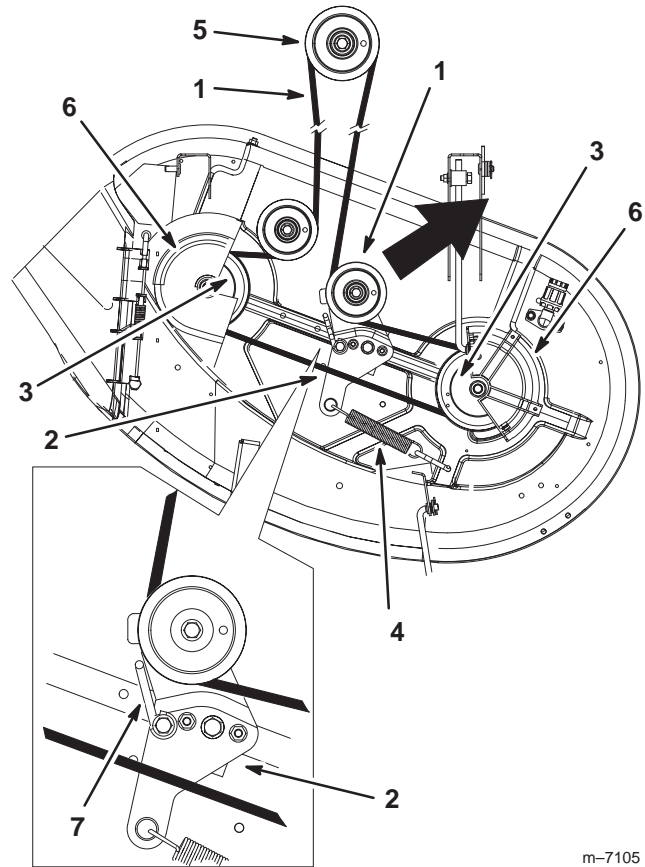

Bild 45
- Nehmen Sie die Riemenabdeckung über die äußeren Spindeln ab und lösen Sie die Riemenführung (Bild 45).
- Ziehen Sie die Spannscheibe in die in Bild 45 angegebene Richtung und rollen den Riemen von den Scheiben ab.
- Ziehen Sie die Spannscheibe in die in Bild 45 angegebene Richtung und verlegen den Riemen um die andere Spannscheibe (Bild 45).
- Drehen Sie die Riemenführung auf dem Spannarm zur Riemenscheibe, bis sie stoppt (Bild 45).
- Ziehen Sie die Riemenführung an (Bild 45).
- Legen Sie den neuen Riemen um die Motor- und Mähwerkspannscheiben (Bild 45).